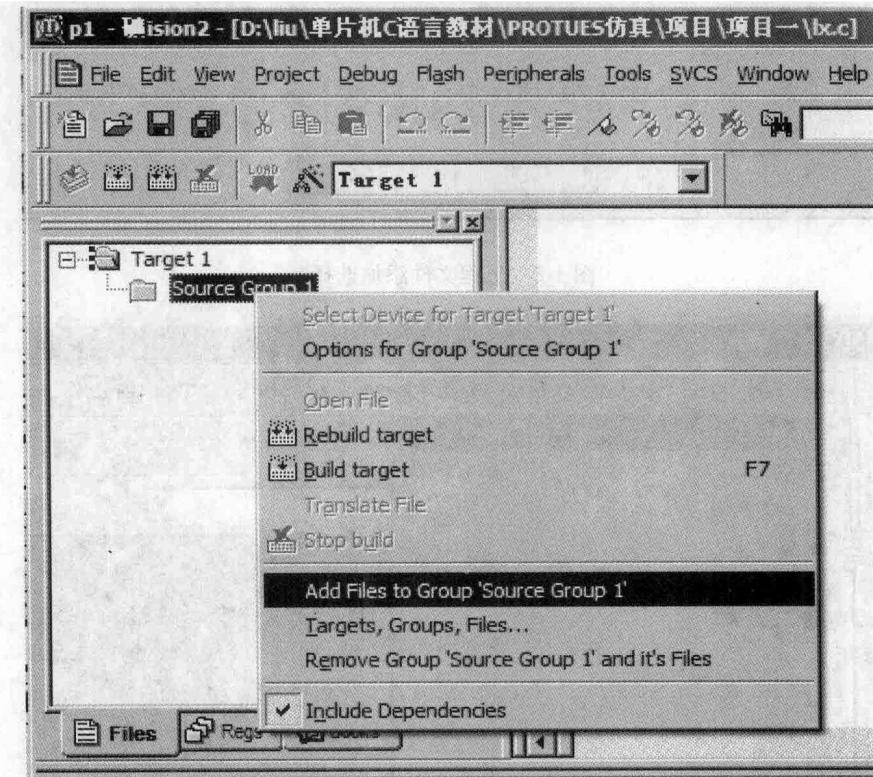
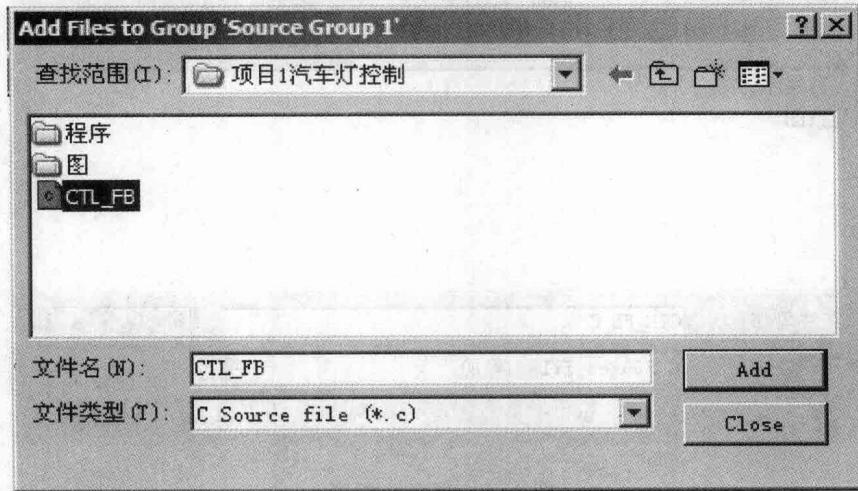

图 1-11 添加 C 程序到工程
图 1-12 选择添加 C 程序到工程
3) 在工程中添加 C 程序。在工程区中右击“Source Group 1”，再点击“Add Files to ‘Source Group 1’”项，如图 1-11 所示。这时弹出如图 1-12 所示的对话框，选中“CTL_F.B.c”文件，点击“Add”，再点击关闭按钮“Close”，这样就完成了 C 程序的添加。